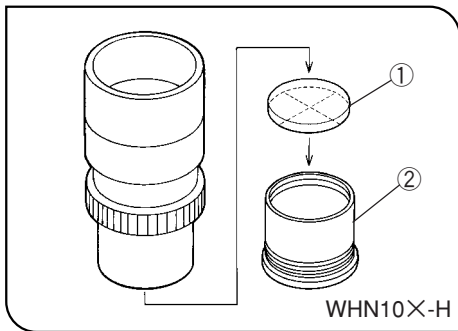

図 11
4 接眼マイクロメータの使い方 (図11,12)
取付け方は図11のように、内蔵のマイクロメータ枠②を反時計方向に回して取外し、マイクロメータ①の表示面を下側にして落とし込みます。